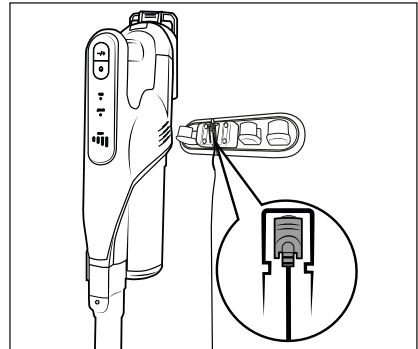

Abb. 6
- ◆ Setzen Sie den Staubsauger von oben in die Wandhalterung **17**, so dass der Hohlstecker **10** in die Ladebuchse **2** an der Unterseite des Gerätes rutscht. Die Batterieanzeige **26** beginnt zu blinken und der Ladevorgang startet (siehe Abb. 6 und 7).